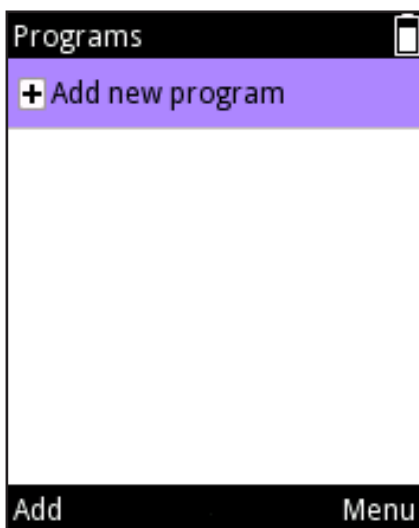

図 D37
2. スクロールして **Add new program(新しいプログラムの追加)** を選択し、 (**Add(追加)**) を押して、新しいプログラムを追加します(図 D37)。